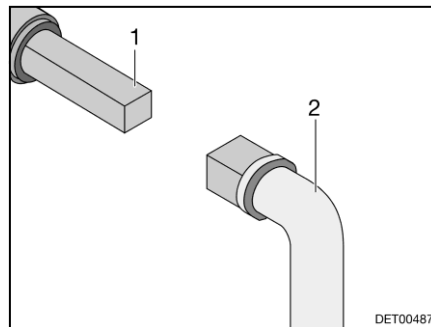

Fig. 100 Utilizzo del rubinetto di scolo delle acque grigie
- Inserire la chiave (Fig. 100,2) sul perno quadro (Fig. 100,1).